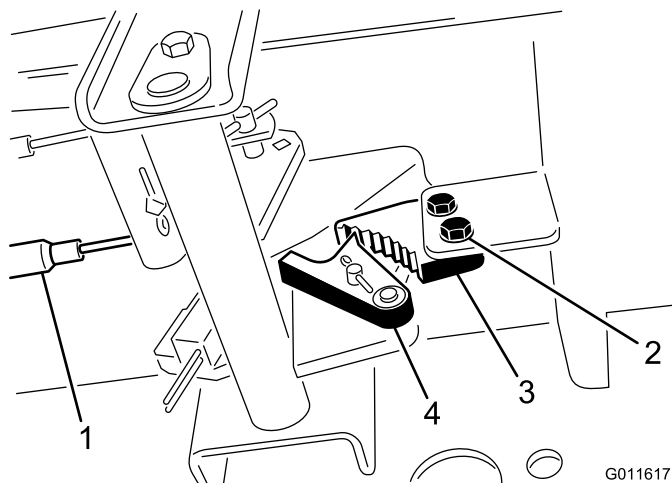

図 56
1. 駐車ブレーキのツメをフレームに固定しているネジ2本をゆるめる（図 56）。
2. ブレーキのツメが戻り止めに完全に掛かるまで駐車ブレーキペダルを前に踏み込む（図 56）。